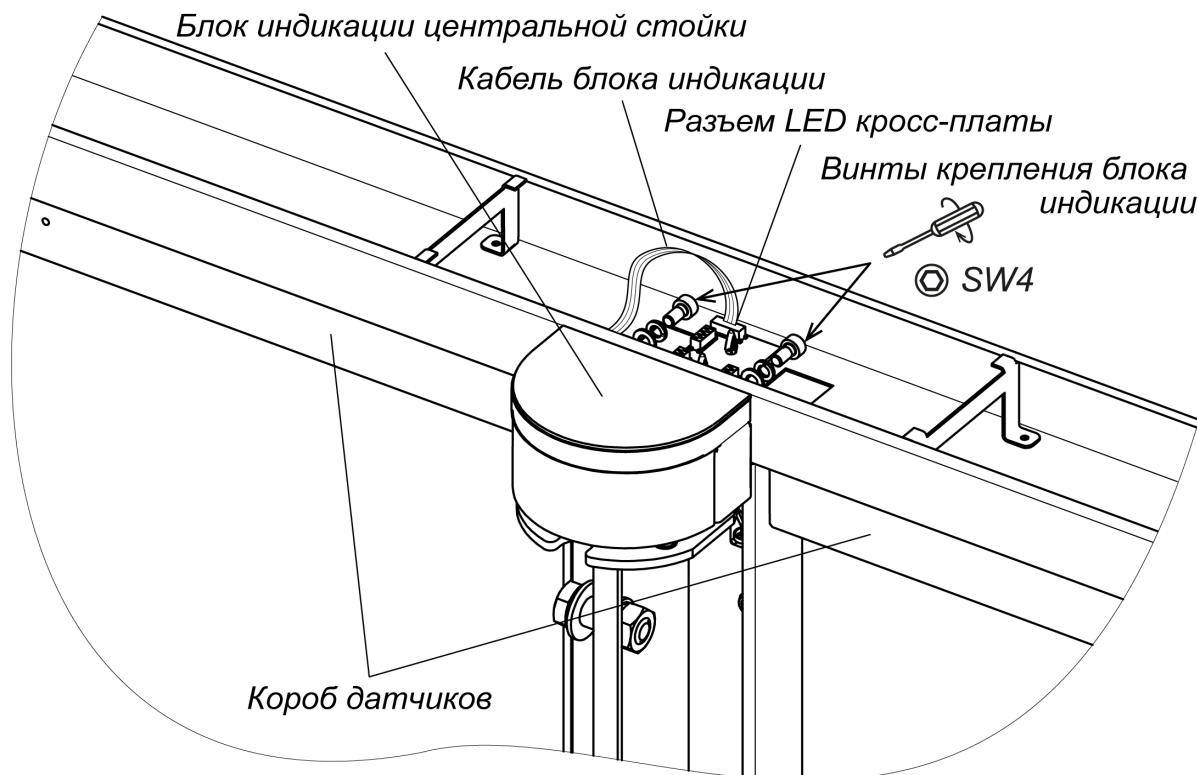
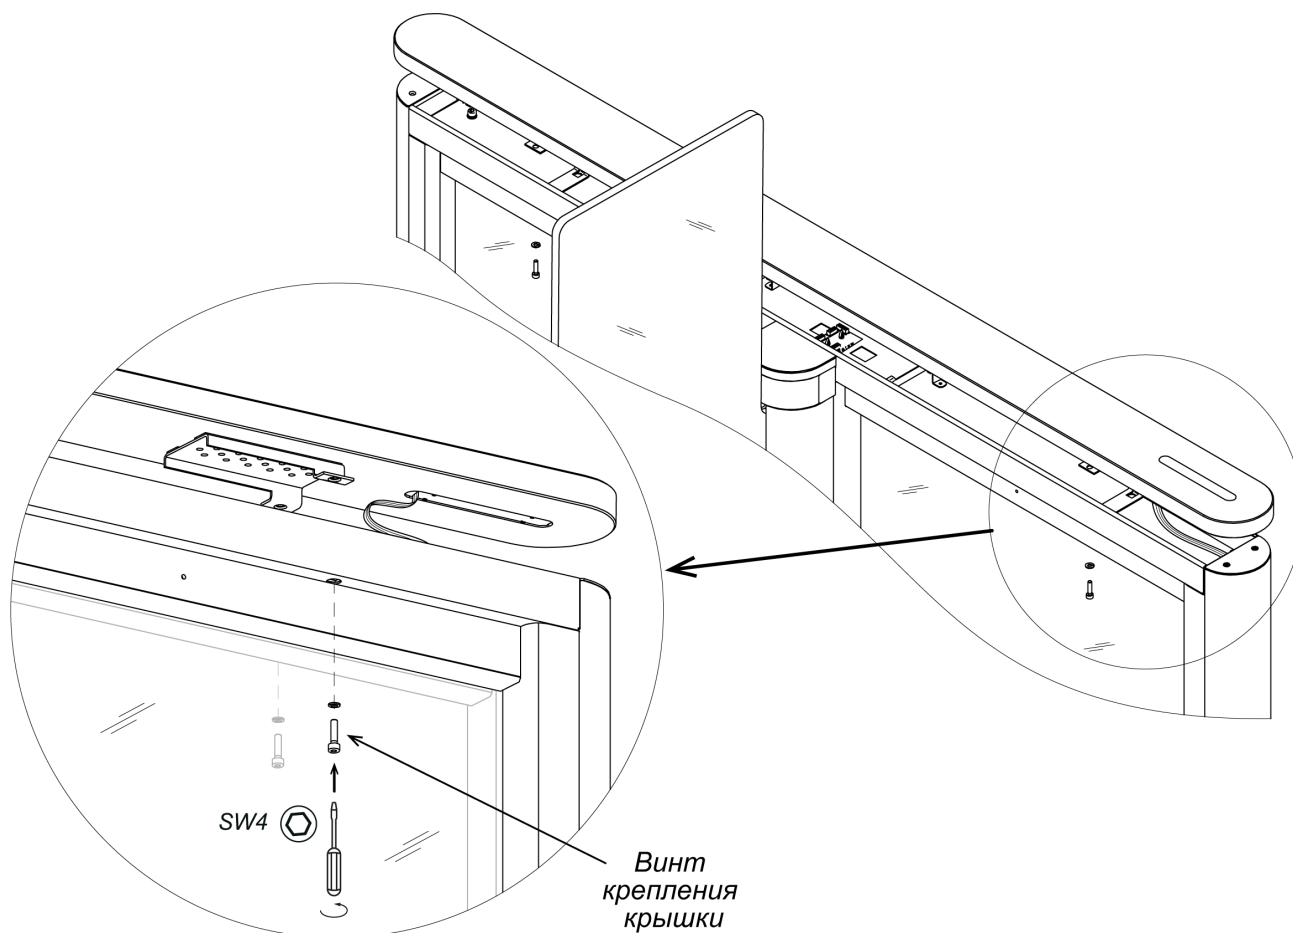

Рисунок 24. Монтаж блока индикации центральной стойки
Рисунок 25. Монтаж верхней крышки турникета
25. Установите блоки индикации центральных стоек (5) (см. рис. 24, разд. 8.8.5) (взять в комплекте принадлежностей).
26. Установите верхние крышки секций (6) (см. рис. 25, разд. 8.8.6).
32. Установите кожухи центральных стоек (2) (разд. 8.8.1).
Для установки блока индикации центральной стойки (5) (см. рис. 24):
3. Установите блок индикации на площадку, расположенную над поворотной опорой створки, и при помощи шестигранного ключа SW4 зафиксируйте его на верхнем коробе стойки (7), используя два винта M5×10 с плоскими и пружинными шайбами из комплекта поставки.
Снятие блока индикации центральной стойки производится в обратном порядке. Перед этим необходимо демонтировать с секции турникета верхнюю крышку секции (6) (см. разд. 8.8.6, рис. 25).
Порядок монтажа верхних крышек секций (рис. 25):